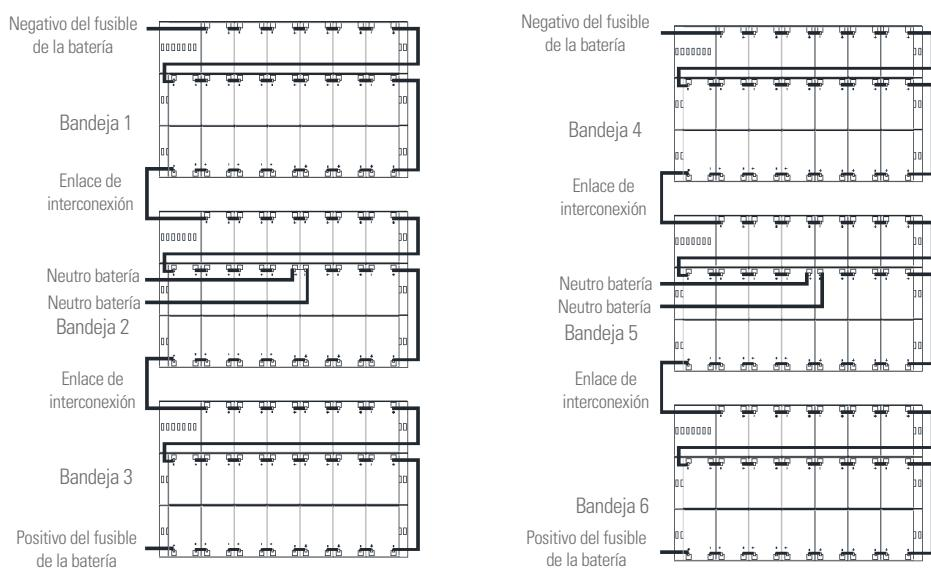
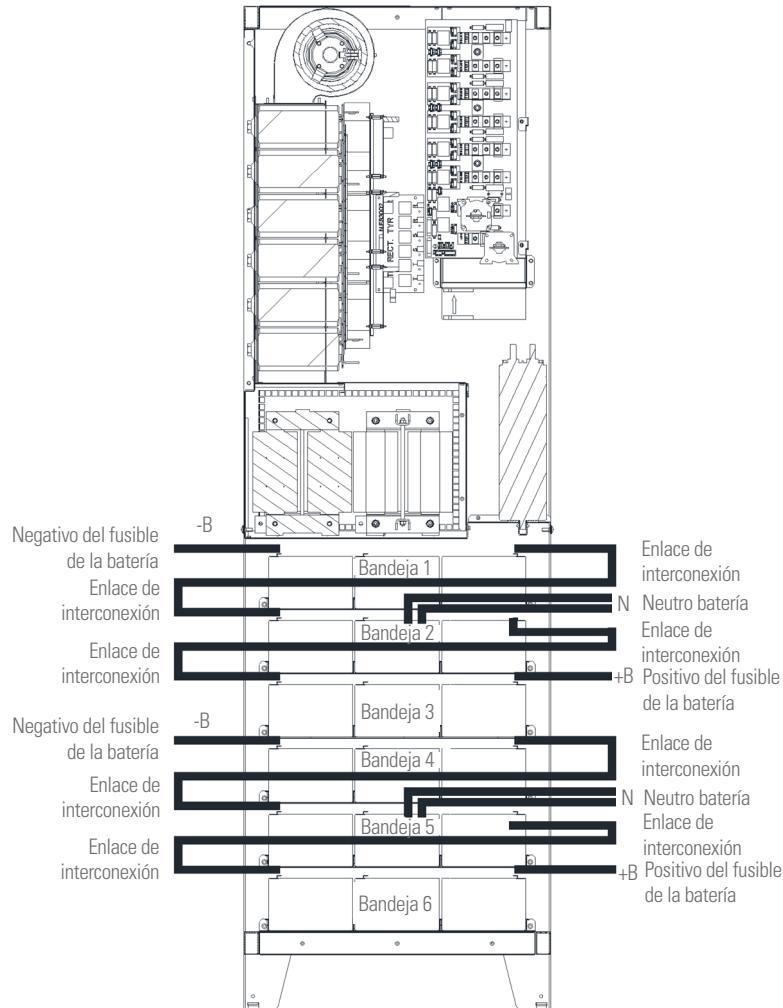

Fig. 31. Vista superior de la bandeja de conexiones de baterías (12 V, 12-14 Ah).
Fig. 33. Vista frontal de la bandeja de conexiones de baterías (12 V, 12-14 Ah).
- Instalar las baterías recibidas en paquetes separados como se indica en la Fig. 31 y Fig. 33.